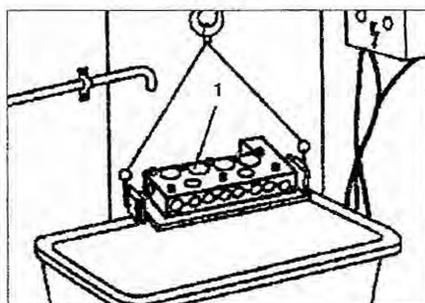

Рис. 2.34. Присоедините головку блока цилиндров 1 к подъемнику и нагрейте ее в водяной бане.
15. Присоедините головку блока цилиндров 1 к подъемнику и нагрейте ее в водяной бане (рис. 2.34).